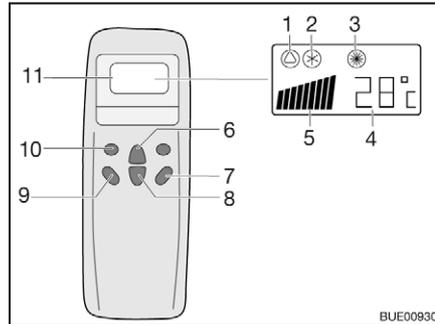
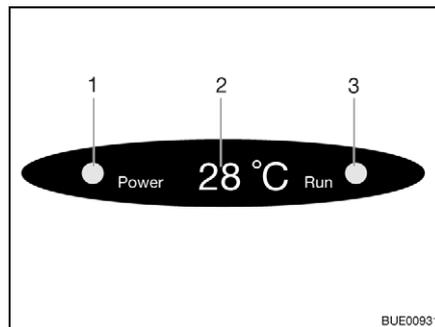

Fig. 191 Télécommande
Fig. 192 Affichage sur le diffuseur
- Appuyer sur la touche "ON/OFF" (Fig. 191,7).
- Appuyer sur la touche "Mode" (Fig. 191,10) autant de fois que nécessaire pour que le mode de fonctionnement souhaité (Fig. 191,1, 2 ou 3) s'affiche à l'écran. Le voyant de contrôle correspondant s'allume sur l'écran du diffuseur (Fig. 192,3).
- Régler la température souhaitée avec les touches d'augmentation de la température (Fig. 191,6) ou de diminution de la température (Fig. 191,8).
- Sélectionner le niveau de ventilation souhaité à l'aide de la touche de vitesse du ventilateur (Fig. 191,9).